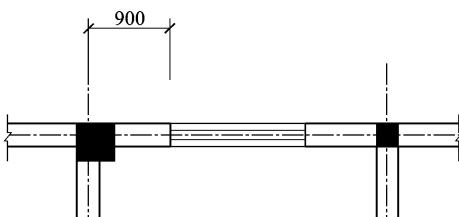

图 1-118 第一条线性尺寸标注结果
指定尺寸线位置或 [多行文字 (M)/文字 (T)/角度 (A)/水平 (H)/垂直 (V)/旋转 (R)]：// 将第一条尺寸线往辅助线 AB 上方移动并输入 300，确定尺寸线与图样之间的距离。完成后如图 1-118 所示